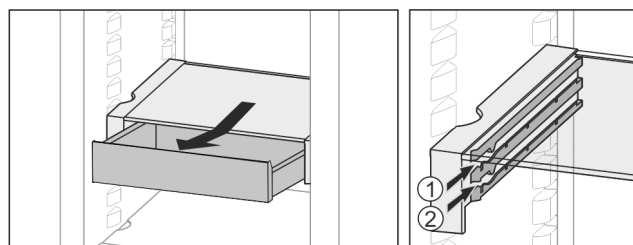

Fig. 21
- На любой высоте Fig. 21 (1) или Fig. 21 (2) вставить.